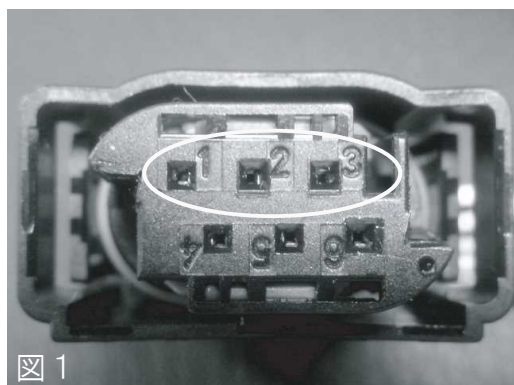

図 1
- ・コーショステッカーが貼ってある面と車両側コネクタ接続部の番号 1、2、3 の方向を合わせて装着してください。（図 1 参照）